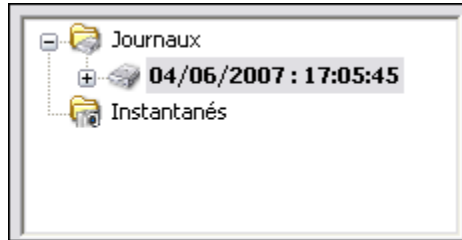

Figure 5-1. Fenêtre Données enregistrées
5. Cliquez sur le bouton **Arrêter**, montré à gauche, pour arrêter le projet. Les données enregistrées apparaissent dans la fenêtre **Données enregistrées**, comme le montre la figure 5-1.